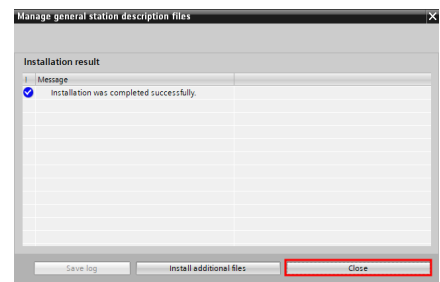

Figure 5: Installation Result Window
8. 安装完成, 将会弹出完成窗口, 点击关闭, 见图 5。